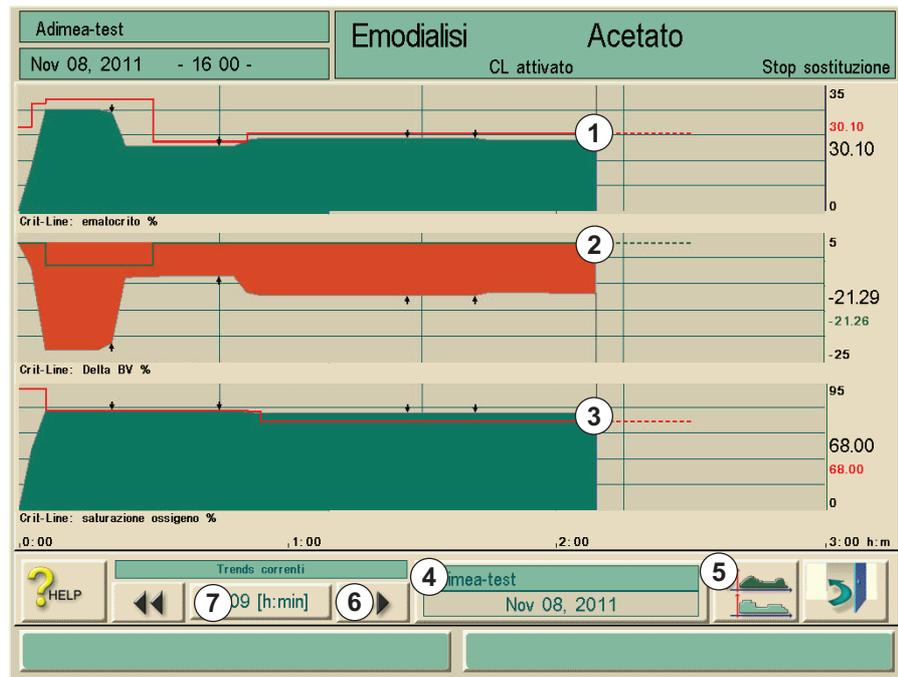

Fig. 11-35 Trend Crit-Line
Anche i limiti dell'ematocrito e Delta BV vengono visualizzati. Il limite HCT (1) corrisponde al valore impostato in Fig. 11-35 e il limite BV (2) viene calcolato dal valore iniziale HCT e dal limite HCT. La linea 3 visualizza il limite di saturazione dell'ossigeno.